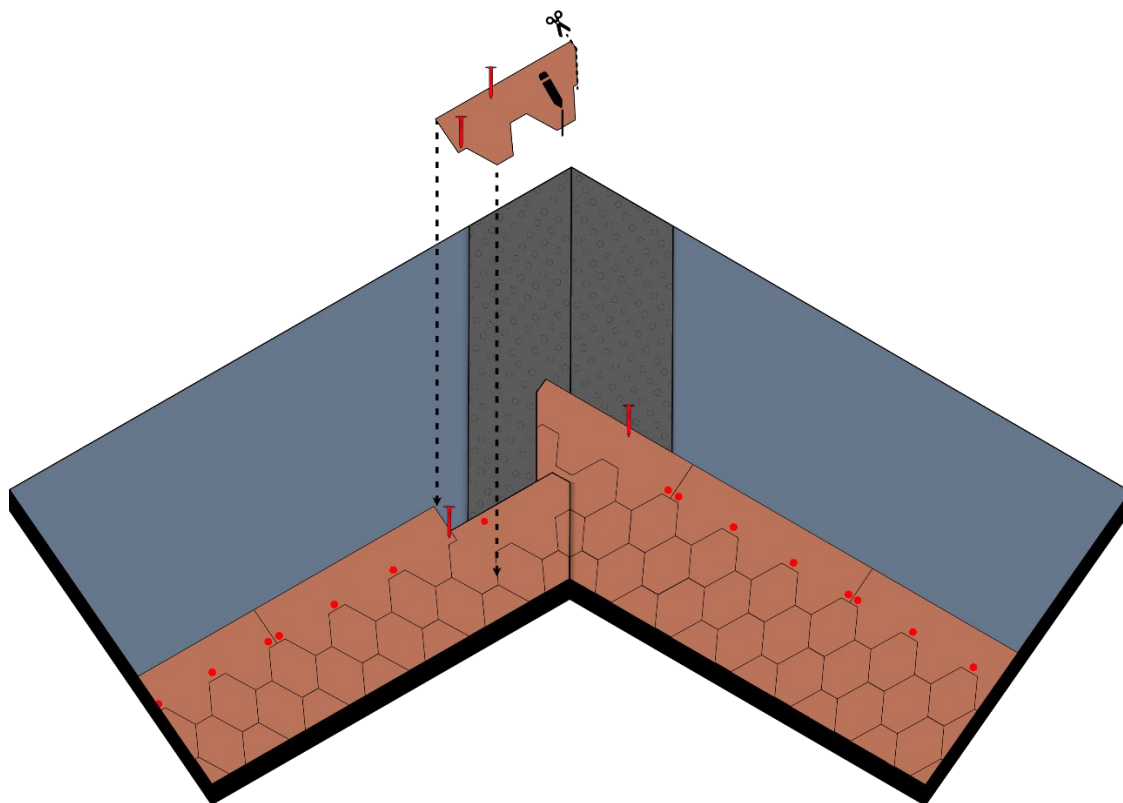

Fig. 14 - Posa tegole sul compluvio
- Tagliare trasversalmente lo spigolo superiore della tegola al compluvio - Fig. 14, in modo da convogliare l'acqua discendente lungo l'asse del compluvio. Sollevare le tegole, una per volta e fissarle con il cannello alla membrana sottostante. In caso di una tegola granigliata sottostante, applicare del Bitustick per il loro fissaggio - Fig. 14.